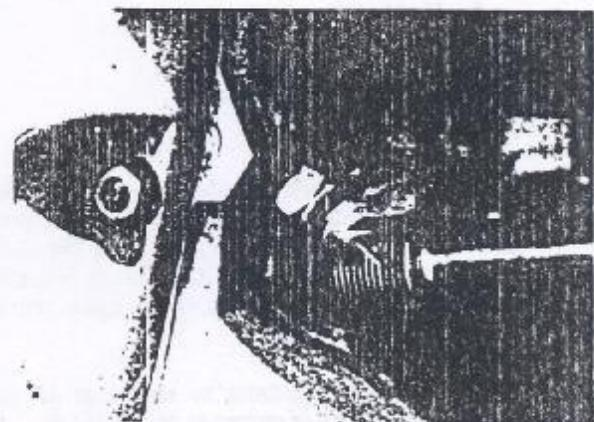

Figura 1.15.6 - Sensor da pressão do óleo do motor
1. Remover o sensor da pressão do óleo do motor localizado no lado esquerdo do bloco (Figura 1.15.6)